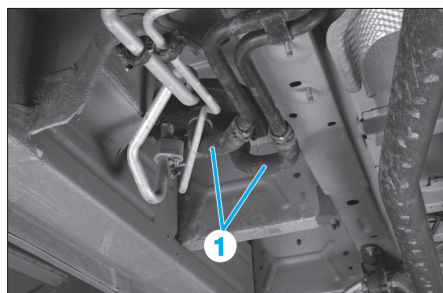

Fig. 15
- Déposer les agrafes de verrouillage des durits (1) (Fig.15).
- les durits (1) (Fig.15),